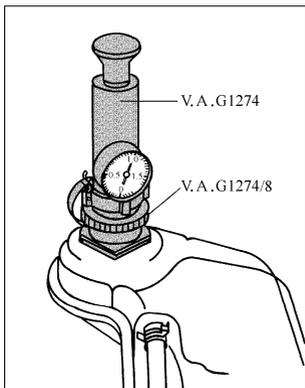

图 2-129 将 V. A. G1274 及 V. A. G1274/8 装到膨胀罐上
- 2) 如图 2-129 所示，将 V. A. G1274 及 V. A. G1274/8 装到膨胀罐上。